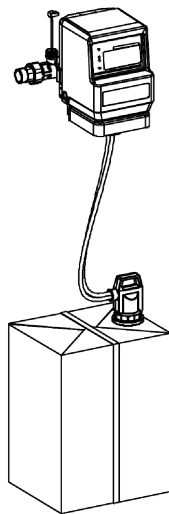

Abb. D-2: Dosiercomputer EXADOS ES 6, ES 12
- Entweder durch die mitgelieferten Dübel und Schrauben direkt an der Wand, z. B. in der Nähe der Steckdose oder unmittelbar auf dem Wasserzähler (Abb. D-2, D-3) mit Hilfe der dort angebrachten Befestigungsbohrungen und der mitgelieferten Schrauben.